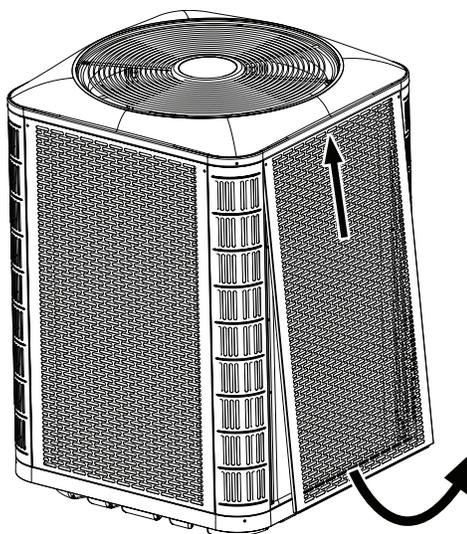
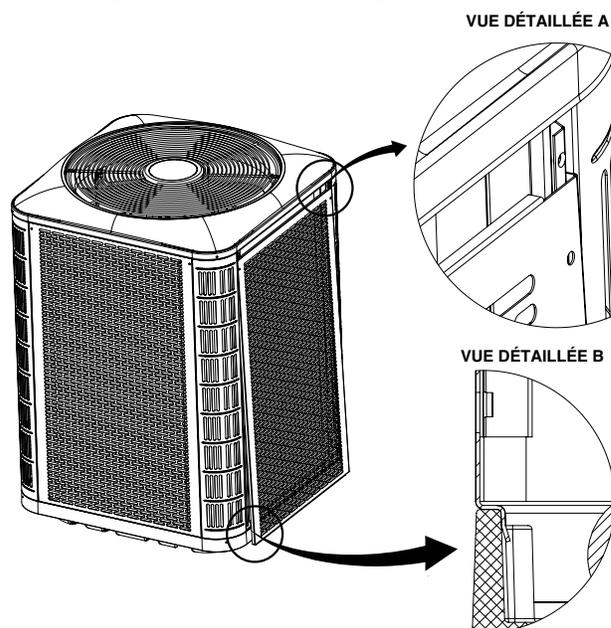

Figure 2. Désassemblage du panneau
Figure 3. Installation du panneau
- Pour accéder aux composantes internes de l'appareil, consultez la Figure 2 pour désassembler le panneau et la Figure 3 pour installer le panneau.
2. Glissez le panneau vers le haut et le bac supérieur pour dégager la bride inférieure du bac inférieur. Voyez la Figure 2.
1. Insérez les coins supérieurs des brides latérales du panneau dans les rainures du montant de coin, tel que montré au Détail A de la Figure 3.